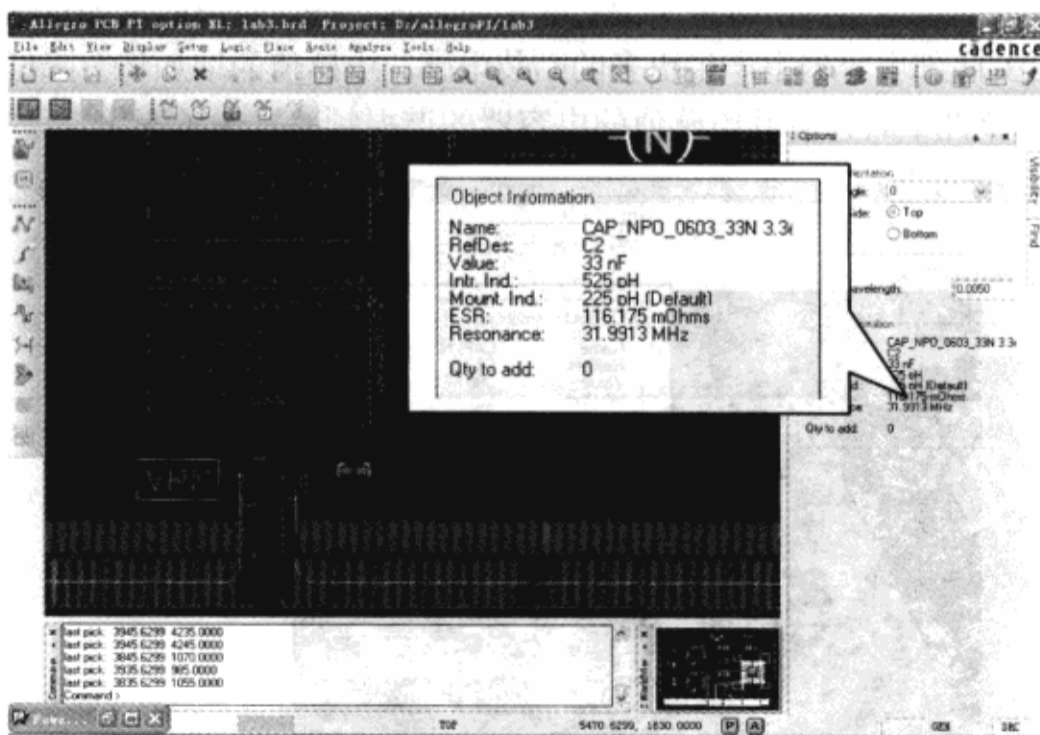

图 9-7-45 去耦电容器的相关信息
(11) 在 Allegro PCB PI option XL 窗口中单击其中一个 33nF 电容器。此时的贴装电感值为 225pH（默认），谐振频率接近 32MHz，电源完整性工具中的贴装电感值正是这个值。因为没有使用电源完整性工具计算 33nF 电容器的贴装电感值，所以 33nF 电容器的谐振频率没有发生变化，如图 9-7-45 所示。